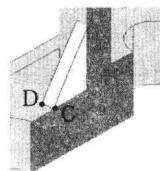

图 11-2-19
(4) 单击楔体，此时楔体显示出蓝色夹点，单击楔体底边夹点 C，将其移至底边 CD 线的中点位置，效果如图 11-2-19 所示。
(5) 在“修改”面板中，单击“移动”按钮 移动 ，将三维实体对象移出平面图形。